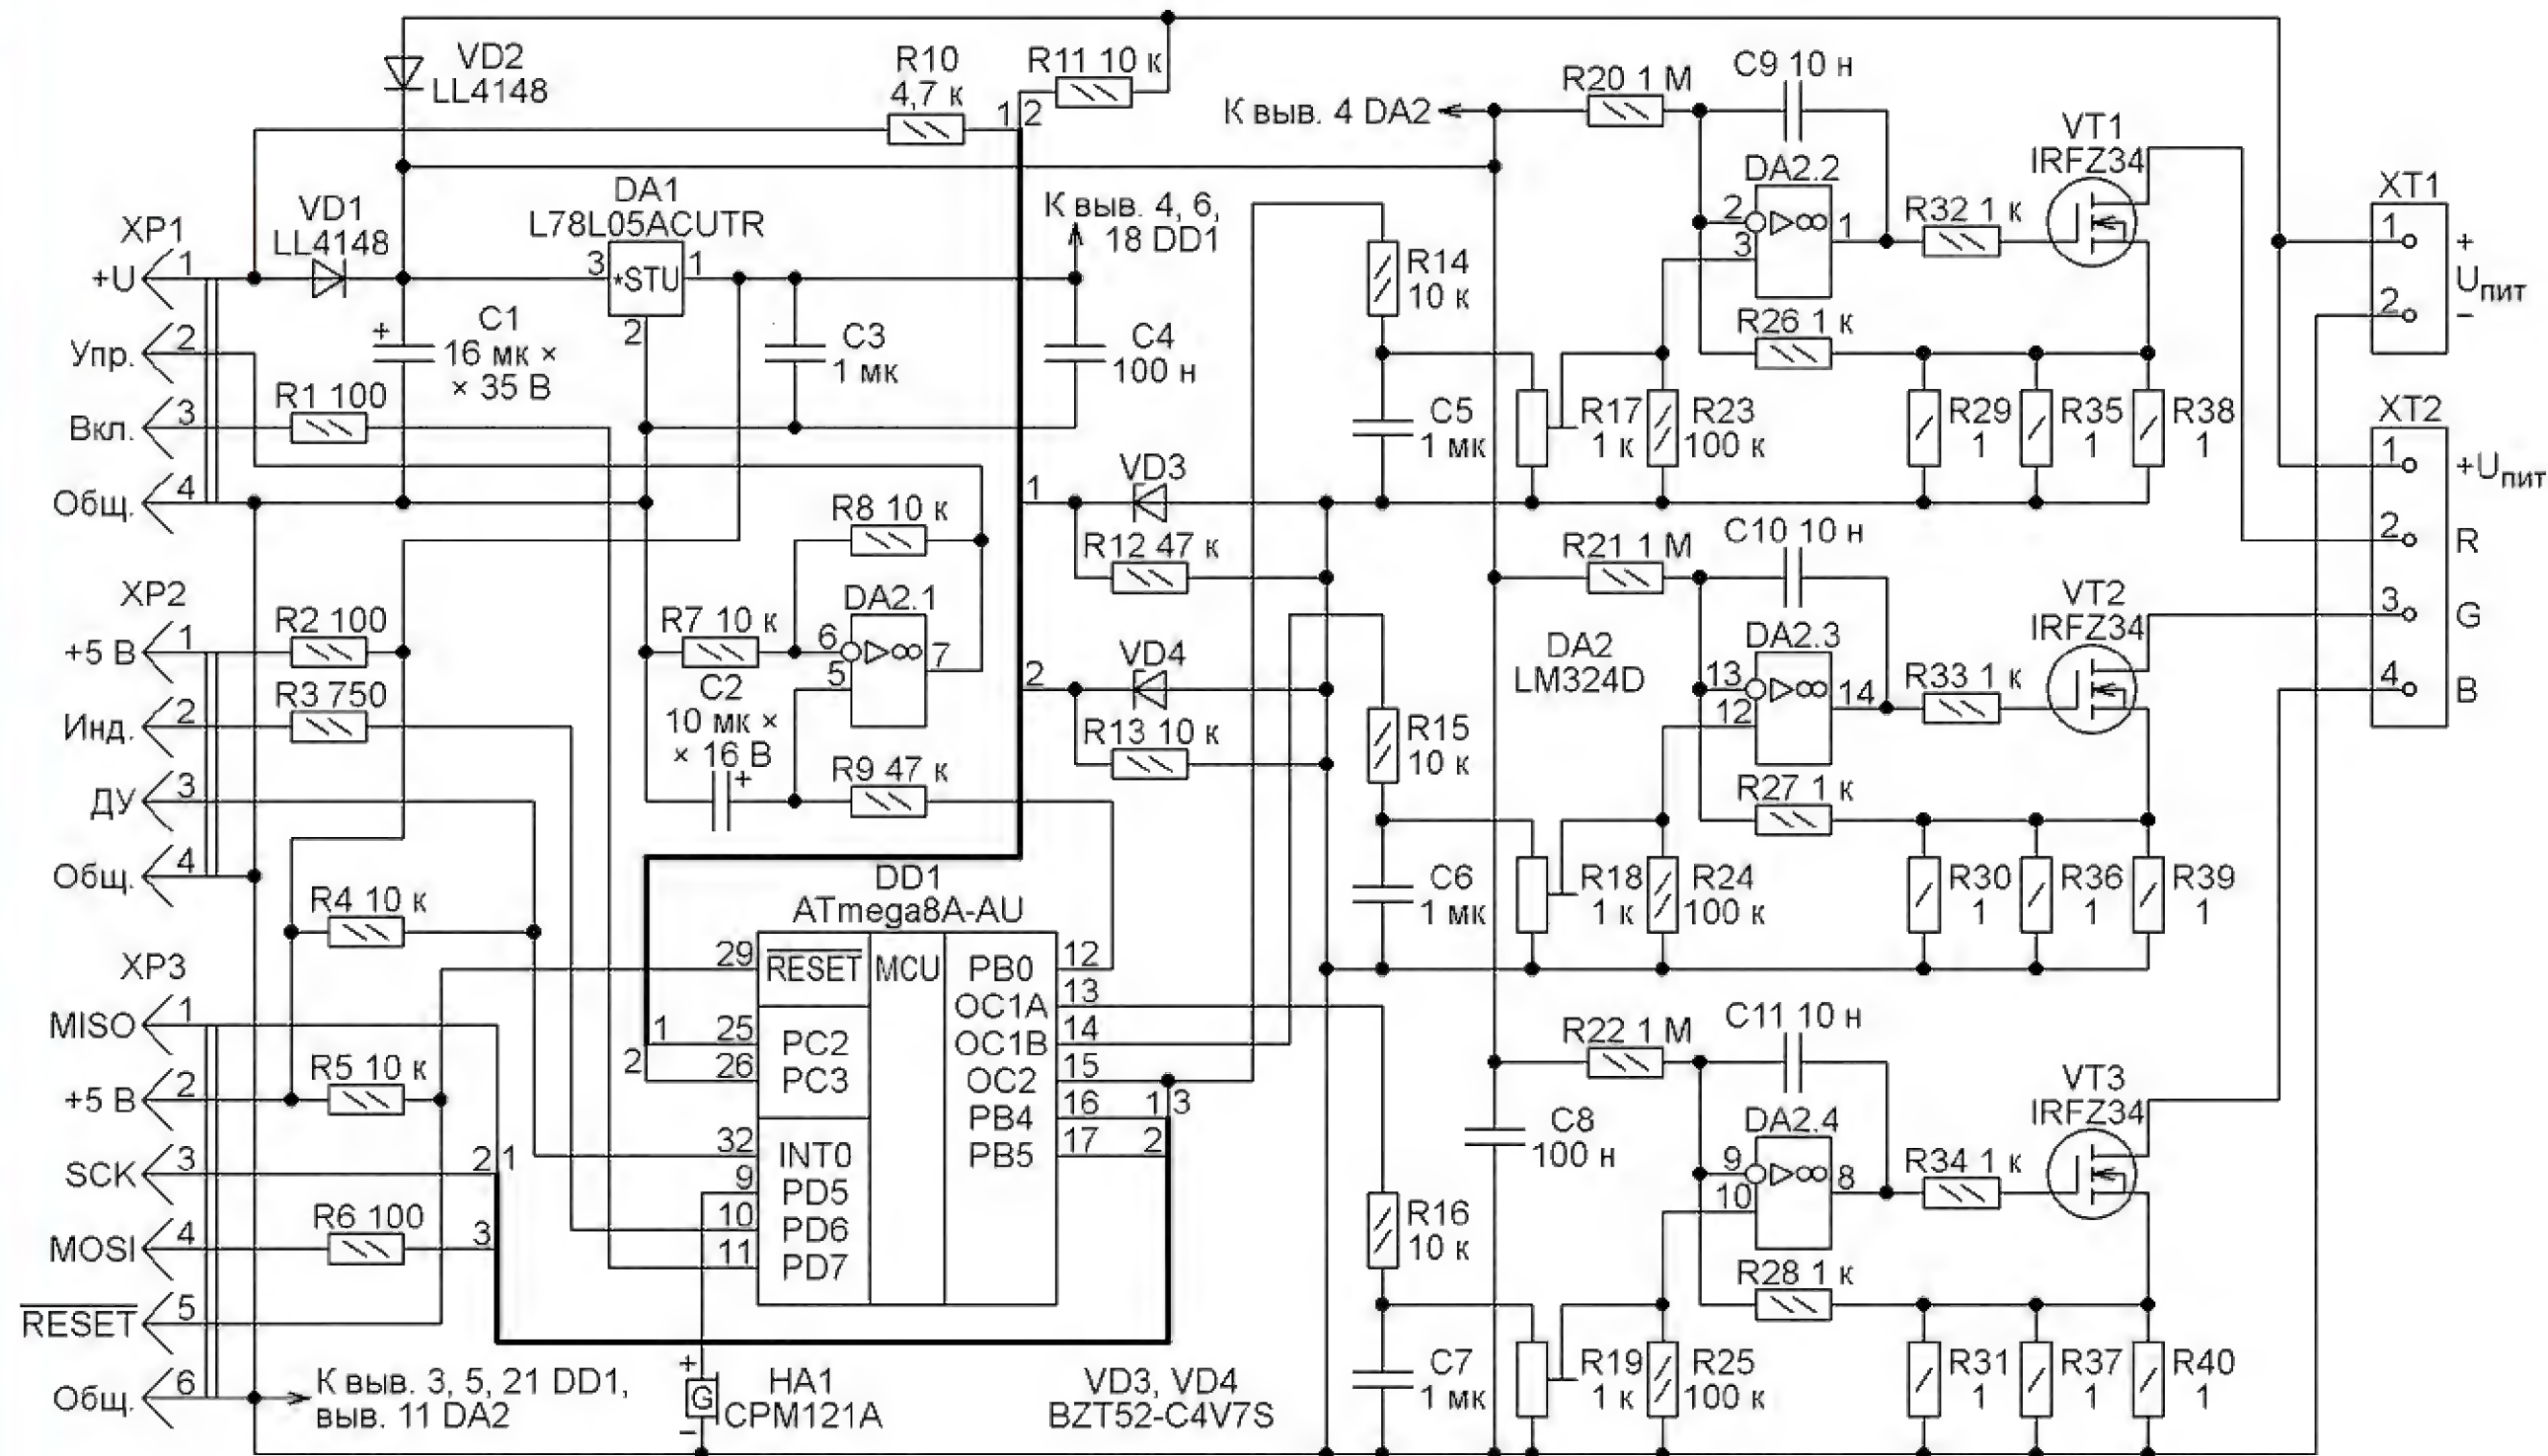

Рис. 7
**Блок управления**, схема которого показана на рис. 7, принимает и декодирует команды, подаваемые с помощью ПДУ, работающего по протоколу RC-5, формирует аналоговые сигналы управления яркостью освещения и его выключения, управляет RGB-светодиодной лентой в статическом и динамическом режимах. Основное напряжение